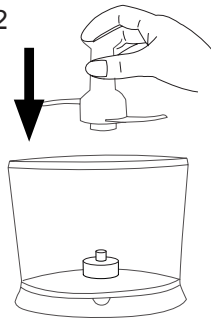

Fig.2.2
- Acoplar el cuerpo motor a la tapa girándolo en el sentido que indica la flecha y poner en marcha el aparato (Atención: no poner en marcha el aparato si el todo el conjunto no está debidamente asentado y acoplado) (Fig. 2.2).